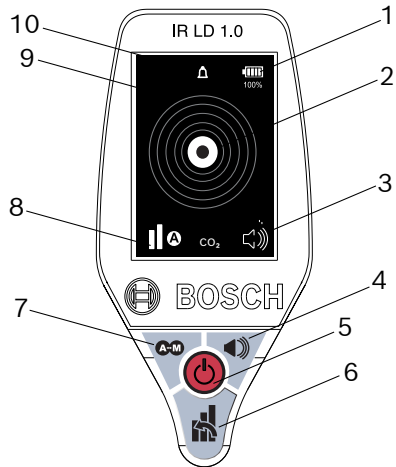

Abb. 2: Komponenten auf der Vorderseite und Displayanzeigen
- Drücken Sie die Einschalttaste, um das IR LD 1.0 einzuschalten (siehe Abb. 2; Punkt 5).
Um die Empfindlichkeitsstufe zu ändern, drücken Sie die Taste „Empfindlichkeit“ (siehe Abb. 2; Punkt 6):
- Sie können die drei Empfindlichkeitsstufen durch wiederholtes Drücken der Taste „Empfindlichkeit“ durchlaufen (siehe Abb. 2; Punkt 6).
- Drücken Sie die Modusauswahltaste (siehe Abb. 2; Punkt 7).
- Drücken Sie die Taste Audio EIN/AUS (siehe Abb. 12, Punkt 12a oder Abb. 2, Punkt 4).